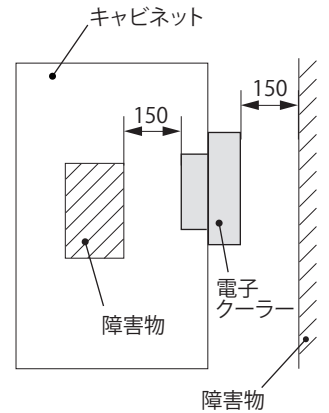

図1 障害物からの距離
- ・吸気口および排気口の通風を妨げたり塞がないよう、また、排気が直接本製品吸気口に流入しないように取付位置に注意してください。能力低下と結露の原因になります。障害物からの距離を150mm以上離すことをおすすめします。(図1)